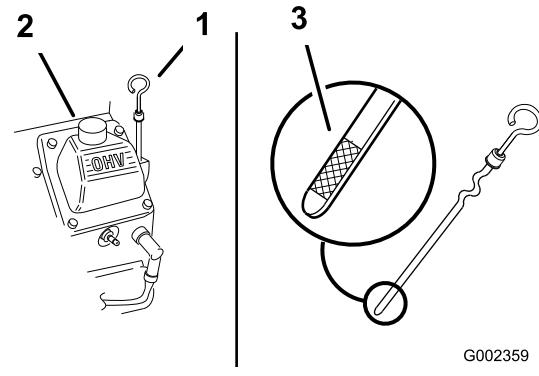

図 16
2. 給油口からごみが入ってエンジンを傷つけないように、ディップスティック（図 16）の周囲をウェスできれいに拭く。
3. ディップスティックを取り取り、付いているオイルをウェスで拭きとつてもう一度完全に差し込む（図 16）。
オイルの量がディップスティックの FULL 位置まであればよい（図 16）。
- 不足している場合は、補給管についているキャップ（図 16）を取り、Full 位置までオイルを補給する。入れすぎないこと。